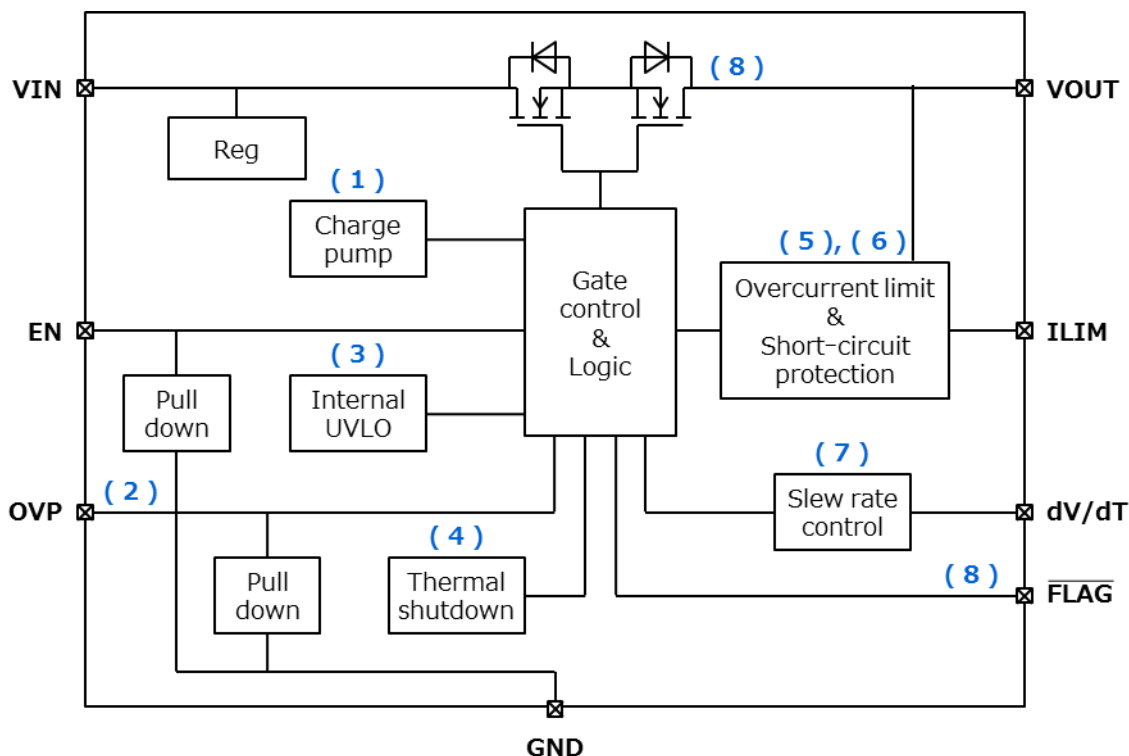

図 5.1 TCKE712BNL のブロック図
#### 6.1. チャージポンプ回路 [図 5.1 ( 1 )]
#### 6.2. 過電圧保護回路 [図 5.1 ( 2 )]
### 6.3. 低電圧誤動作防止回路 ( UVLO ) [図 5.1 ( 3 )]
6.4. 過熱保護回路 [図 5.1 ( 4 )]
## 6.5. 過電流保護回路 [図 5.1 (5)]
### 6.6. 短絡保護回路 [図 5.1 ( 6 )]
6.7. 突入電流抑制回路 (スルーレートコントロール) [図 5.1 (7)]